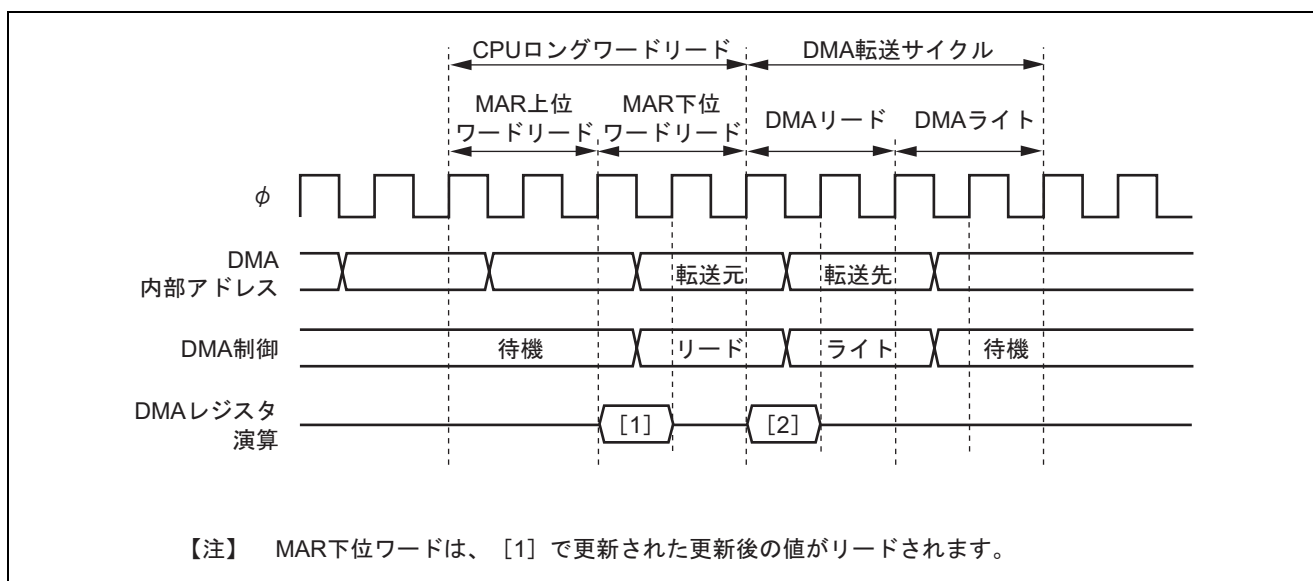

図 8.44 DMAC レジスタの更新と CPU リードの競合
- DMACのレジスタリード直後にDMACの転送サイクルが起これると、図8.44のようにDMACのレジスタがリードされます。